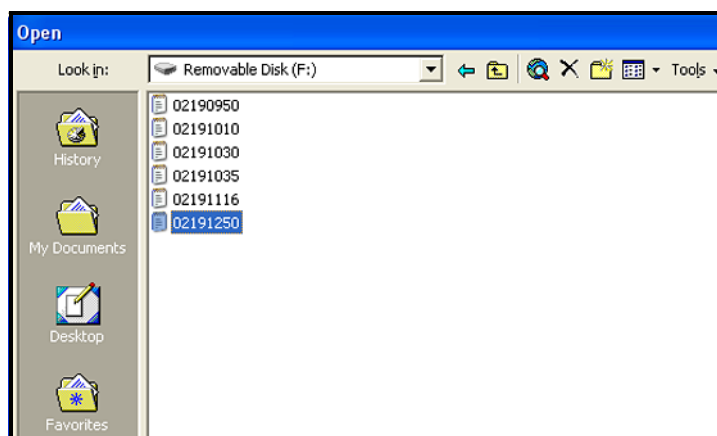

Figura 58: Selecionar o arquivo de registro a abrir
5. Clique no nome do arquivo de registro desejado (veja Figura 58 abaixo).